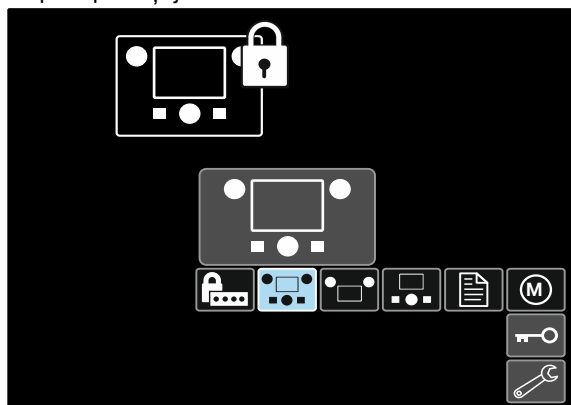

Figura 44.
- Utilizați comanda de setare [11] pentru a evidenția elementul care va fi blocat, de exemplu Toate componentele interfeței - consultați Figura 44.